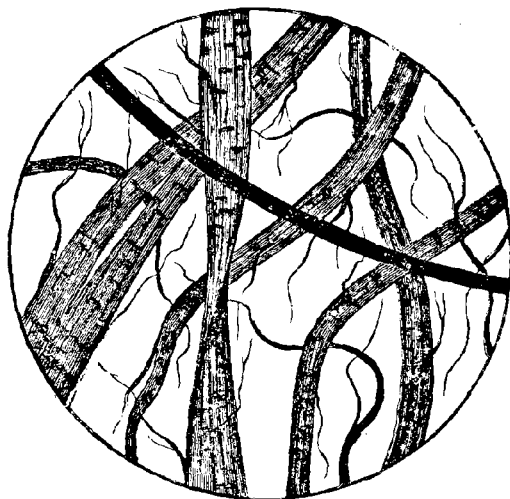

Fig. 219. Fibres de Lin.
**Usages.** — On utilise la graine pour la farine qui donne des cataplasmes adoucissants et pour l'huile, qui, étant siccative, est employée en peinture ; la tige fournit des fibres (fig. 219).